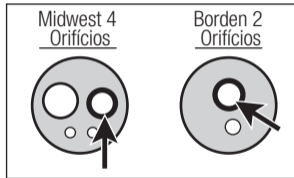

Fig. 10
- 3) Introduza o bico de pulverização no orifício do ar de acionamento da turbina. (Fig. 10) Segure na turbina e lubrifique durante aproximadamente 2 a 3 segundos. Aplique lubrificante até sair pela cabeça da turbina durante, pelo menos, 2 segundos.
- 2) Aplique uma a duas gotas de óleo lubrificante no orifício do ar de acionamento conforme mostrado na Fig.10.